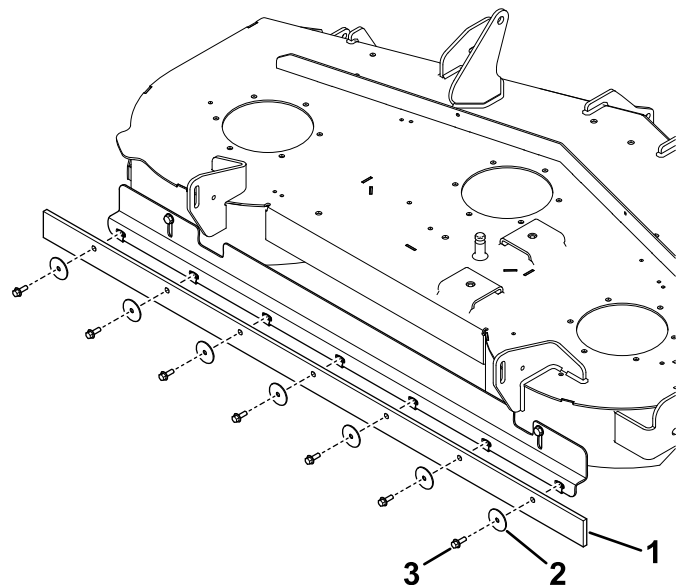

Figure 5
7. Fixez le racloir sur le support à l'aide de 7 boulons (1/4" x 3/4") et 7 rondelles (Figure 5).